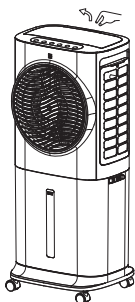
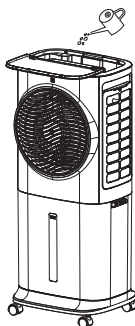

Abb. 1
Abb. 2
**Wasser einfüllen:** Den Deckel des Wassertanks öffnen und langsam Wasser einfüllen (siehe Abb. 1 und Abb. 2). Nach dem Einfüllen den Deckel wieder schliessen.